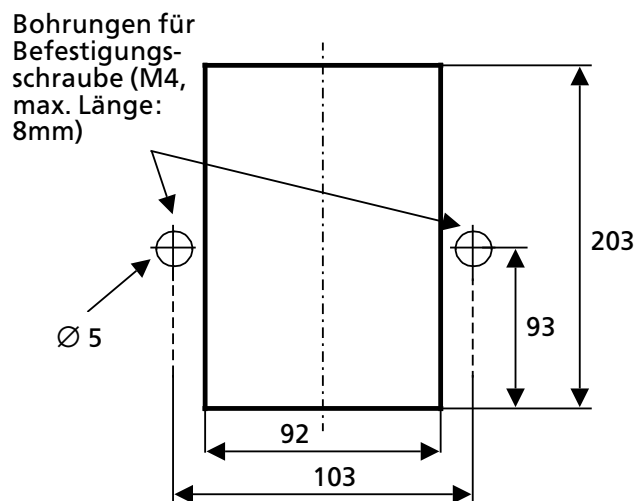

Bild 3.3 Ausschnittmaße (in mm) für Schalttafeleinbau
- für den Einbau in Schalttafeln (→ Bild 3.3)